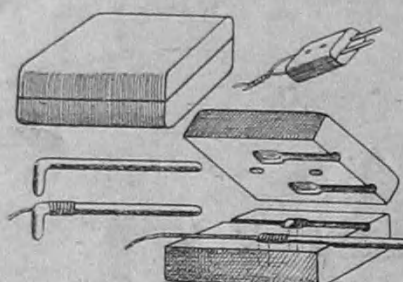

Рис. 4.
4. (Рис. 4). Брусочки распиливают на две половинки и делают в них соответствующие желобки для стержней и проводов. Присоединив провода к стержням, помещают их в углубления, а затем стягивают обе половинки одним или двумя винтами.